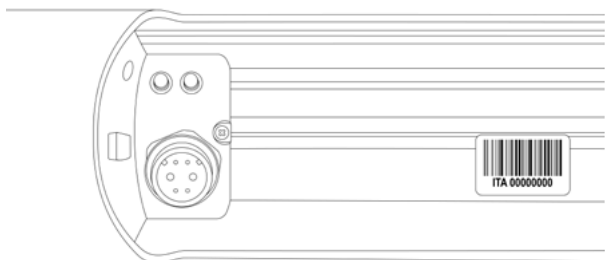

FIG. 19
- Al fine di rendere operante la presente garanzia, si dovrà compilare il form online a cui si accede mediante QR CODE o collegandosi direttamente al sito warranty.mmbike.it entro e non oltre 15 giorni dalla data di acquisto della bicicletta. Saranno necessari il numero seriale e la fotografia della prova d'acquisto del rivenditore autorizzato. Il numero seriale è stampato sull'etichetta posta nella slitta della batteria e sulla batteria stessa. (Fig. 19)